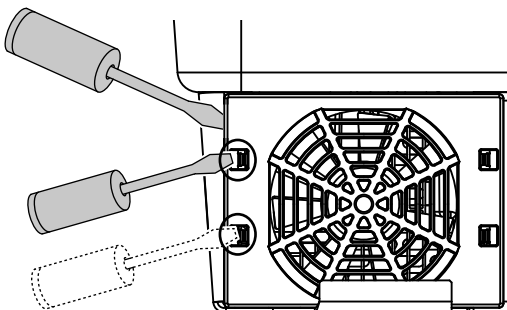

Abb. 53: Befestigungslaschen lösen
3. Mit einem zweiten Schraubendreher die Befestigungslaschen zur Lüftermitte drücken. Lüftereinheit leicht hervorziehen.  **Abb. 53**